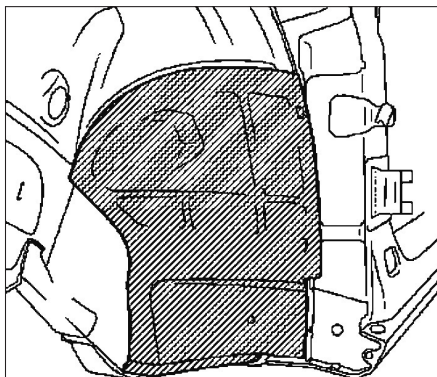

FIG. 10
- Retirer par perçage le prolongement de passage de roue (fig. 10).